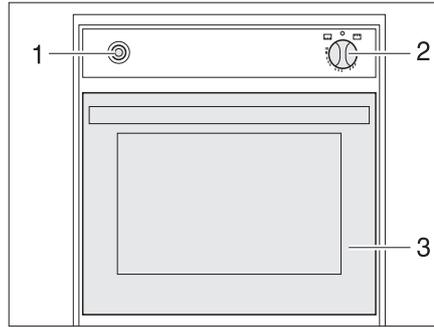

Fig. 127 Four à gaz
- Ouvrir complètement la porte du four (Fig. 127,3).
- Enfoncer légèrement le bouton tournant (Fig. 127,2) et le mettre sur "🔥" (four).
- Enfoncer le bouton tournant (Fig. 127,2) et le maintenir enfoncé pendant 5 à 10 secondes. Le gaz s'écoule vers le brûleur.
- Appuyer plusieurs fois sur l'interrupteur d'allumage (Fig. 127,1) jusqu'à ce que la flamme se consume.
- Tourner le bouton tournant (Fig. 127,2) sur "0". La flamme s'éteint.